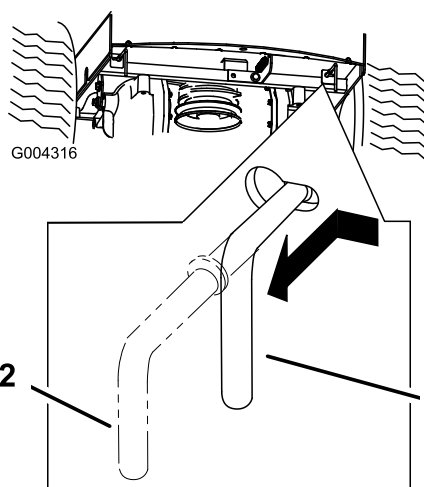

Figura 22
3. Spostate verso l'interno le due leve di bypass e premetele finché la rondella sull'asta non passa attraverso l'intaglio (Figura 22).
4. Premete le leve verso l'esterno per bloccarle (Figura 22).
(Figura 22). Premete le leve verso l'esterno per bloccarle.